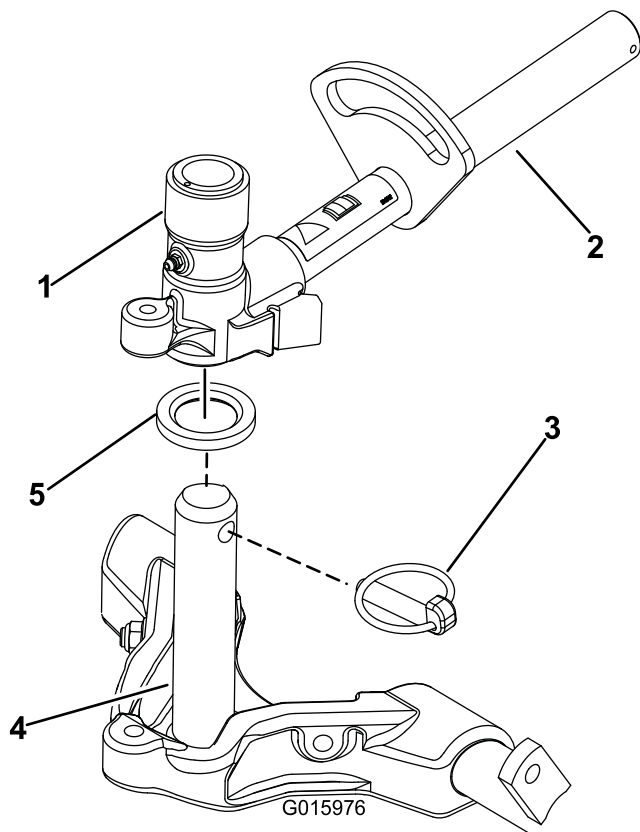

Bild 16
8. Schmieren Sie den Trägers Rahmen mit sauberem Schmiermittel ein (Bild 16).
9. Vordere Schneideinheiten: Schieben Sie eine Schneideinheit unter den Hubarm und schieben Sie gleichzeitig den Trägers Rahmenschaft in das Gelenkjoche des Hubarms (Bild 16). Stellen Sie sicher, dass die Druckscheibe auf der Trägers Rahmenwelle ist.
10. Befestigen Sie die Trägers Rahmenwelle mit dem Einraststift am Hubarmjoch (Bild 16).
- B. Setzen Sie das Hubarmjoch in den Trägers Rahmenschaft ein (Bild 16).